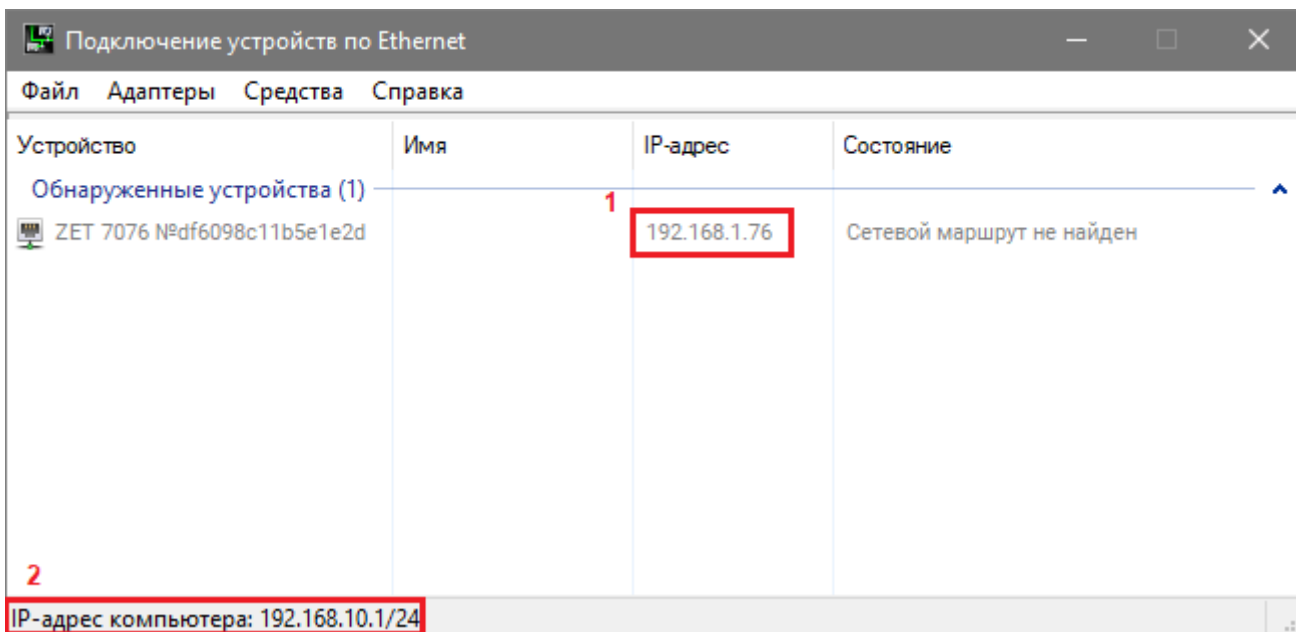

Рис. 3.1 Окно программы «Подключение устройств по Ethernet»
Для проверки IP-адреса преобразователя интерфейса на панели *ZETLAB* в меню «Сетевые программы» активируйте программу «Подключение устройств по Ethernet». В открывшемся окне программы «Подключение устройств по Ethernet» в столбце «IP-адрес» (1) указан сетевой адрес преобразователя интерфейса (Рис. 3.1). Сетевой адрес компьютера отображается в нижней части окна программы «Подключение устройств по Ethernet» (2).